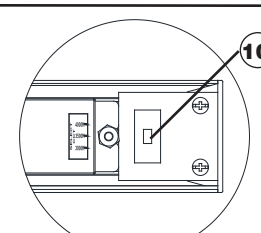

Figure 5
12. Default color temperature setting is 3000K. Set switch (10) to desired color temperature if you wish - see Fig. 5
13. Without pinching the wires, position the Housing Assembly (7) over the Backplate (5) with the mounting holes aligned. Insert Flat Head Screws (6) and tighten.
12. La c de temperatura de color predeterminada es 3000K. Coloque el interruptor (10) en la temperatura de color deseada. Consulte la Fig. 5.
13. Sin apretar los cables, coloque el conjunto de la carcasa (7) sobre la placa posterior (5) con los orificios de montaje alineados. Inserte los tornillos de cabeza plana (6) y ajuste.